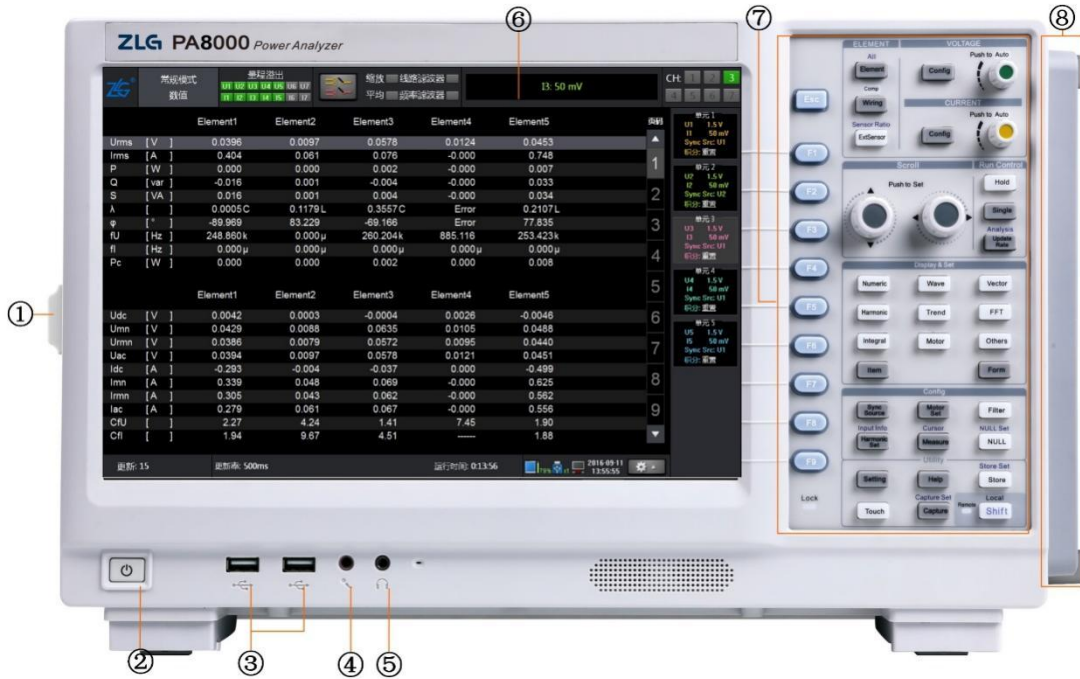

图 3.1 前面板
对图 3.1 中各部分功能依次序说明如下：
- ① **提手**。用于移动功率分析仪设备。如图 3.1 的标注①处所示。
- ② **电源键**。用于接通或切断功率分析仪的电源。如图 3.1 的标注②处所示。
- ③ **USB Host 接口**。用于连接 USB 存储器和 USB 键盘等。如图 3.1 的标注③处所示。
- ④ **麦克风接口**。如图 3.1 的标注④处所示。
- ⑤ **音频输出接口**。如图 3.1 的标注⑤处所示。
- ⑥ **液晶显示屏**。如图 3.1 的标注⑥处所示。
- ⑦ **功能按键区**。如图 3.1 的标注⑦处所示。
- ⑧ **输入接口**。如图 3.1 的标注⑧处所示，详见图 3.26。